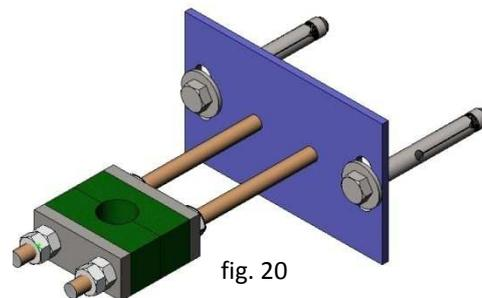

fig. 20
- Un support-guide de tige est recommandé (fig. 20) tous les 1,5 m.